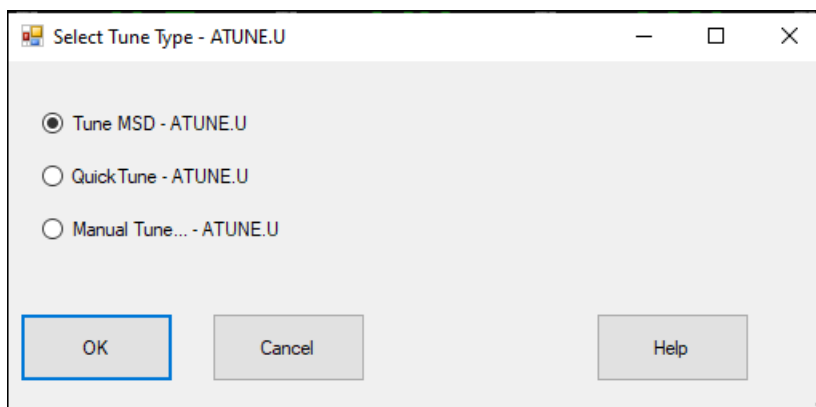

Figura 31 Selecionar caixa de diálogo de tipo de tune
- 4 Clique no ícone **MS Tune** para exibir a caixa de diálogo **Select Tune Type**. (Consulte **Figura 31**.)